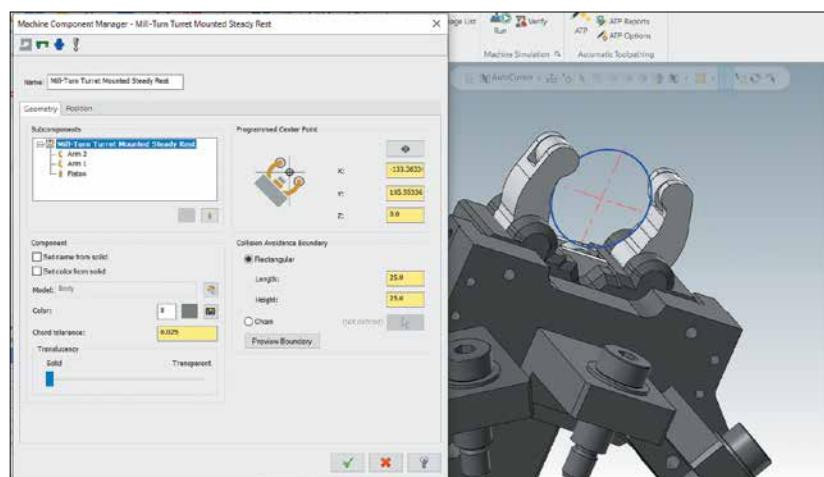

Рис. 14. Задание параметров и элементов люнета
- Новые типы компонентов могут быть указаны как установленные на револьверной голове или как стационарные автономные. Типы подвижных элементов для рычагов и поршней позволяют быстро создавать компоненты с помощью простого модульного подхода (рис. 14).